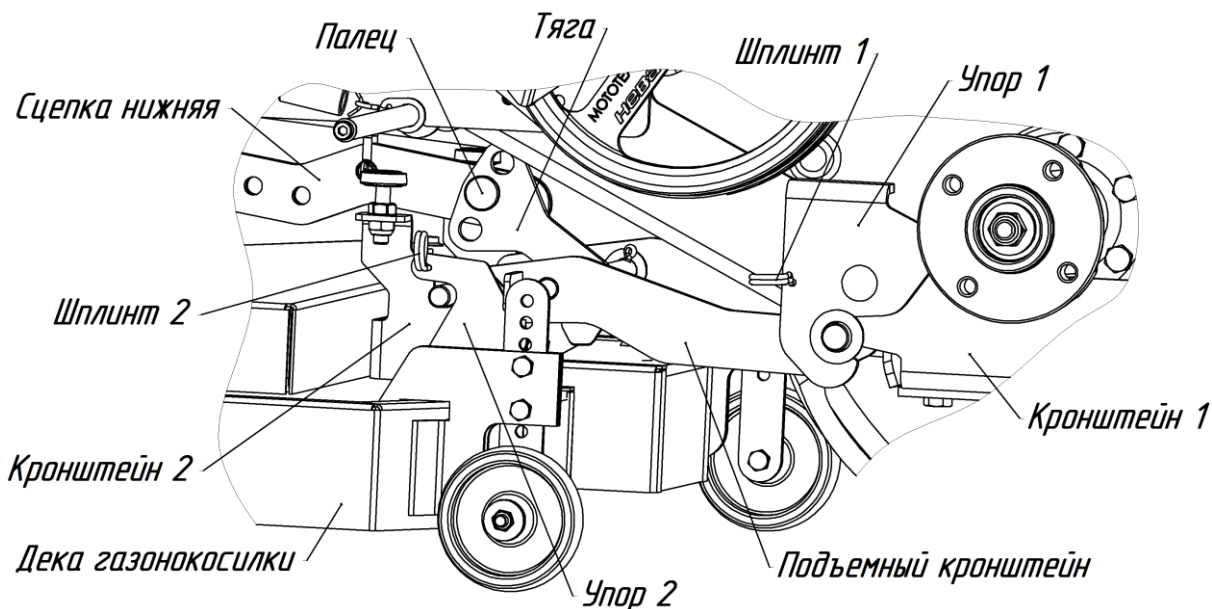

Рис.8. Установка деки газнокосилки на садовый трактор.
6. Извлеките шплинты 1 из задних кронштейнов садового трактора с левой и с правой стороны, отведите упоры 1 вверх, установите ось подъемного кронштейна в пазы, затем опустите упоры 1 и установите шплинты 1 на прежнее место (рис.8).
7. Совместите отверстие тяги с отверстием сцепки нижней, установите палец и зафиксируйте его шплинтом (рис.8). Отверстия на тяге позволяют изменить люфт рычага подъема навески.
8. Извлеките шплинт 2, отведите упоры 2 вниз, установите деку газнокосилки пазами на оси подъемного кронштейна, затем поднимите упоры 2 и установите штифты 2 на прежнее место (рис.8).